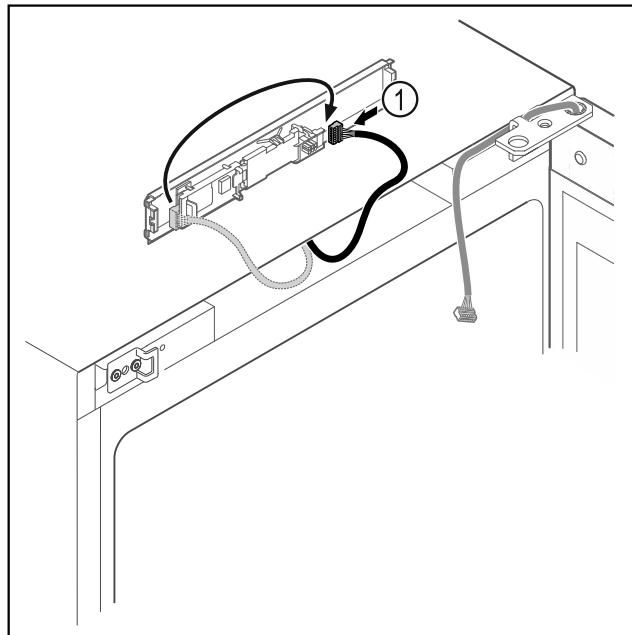

Fig. 15
► Переставити штекер *Fig. 15 (1)* на плиті.